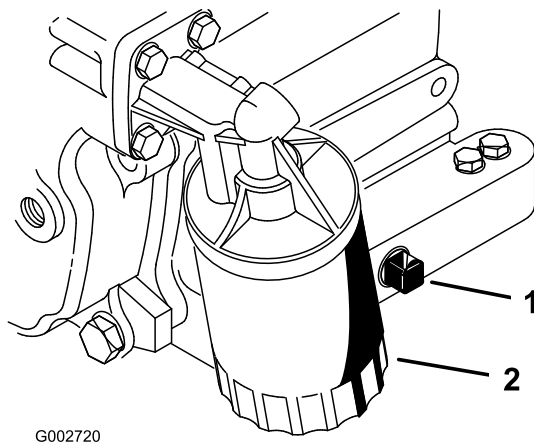

Figura 26
2. Retire el tapón de vaciado (Figura 26) y deje fluir el aceite a un recipiente apropiado. Cuando el aceite deje de fluir, coloque el tapón de vaciado.
3. Retire el filtro de aceite (Figura 26). Aplique una capa ligera de aceite limpio a la junta del filtro nuevo.